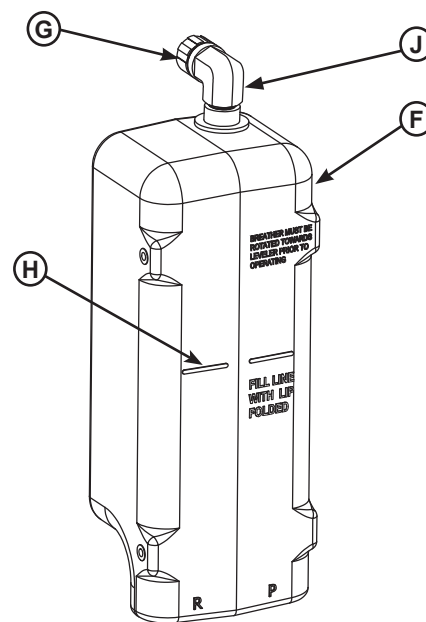

Figura 31
- » Revise el nivel de líquido del depósito. Consulte la **Figura 31** para los modelos autónomos o la página 28 para las unidades de alimentación de montaje remoto:
5. Retire el codo (J) para agregar el líquido.
7. Instale el codo y gírelo hasta la posición que muestra la **Figura 31**.